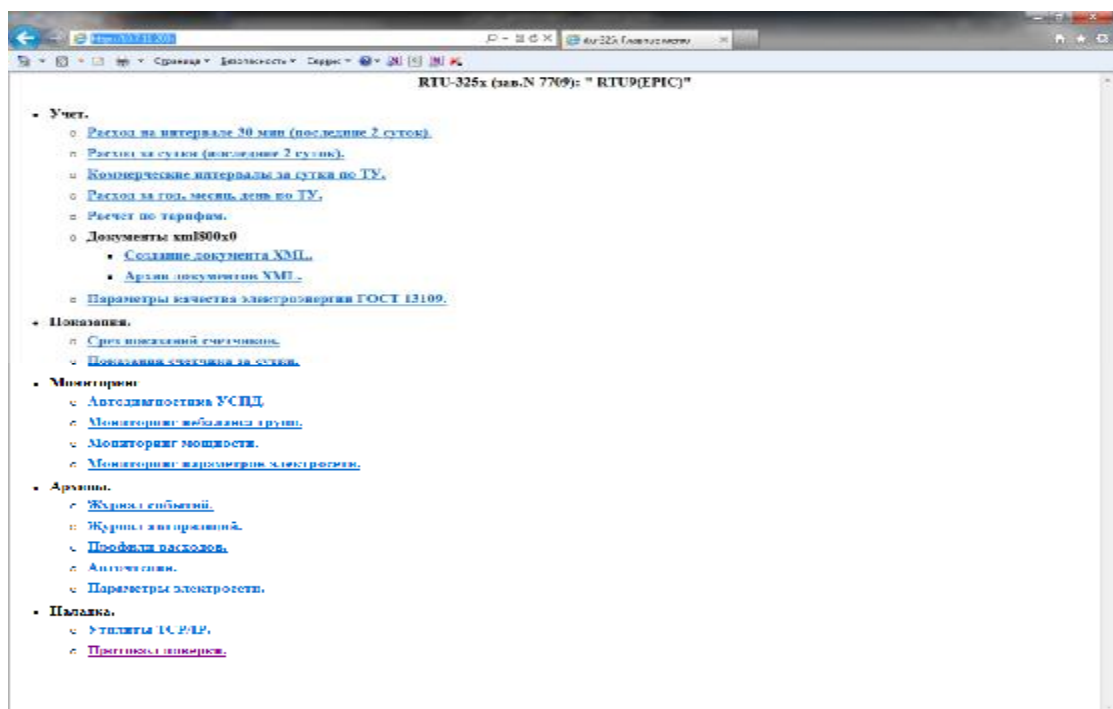

Рисунок 35
2) В пункте «Протокол поверки» встроенного Web-сервера УСПД (рисунок 35).